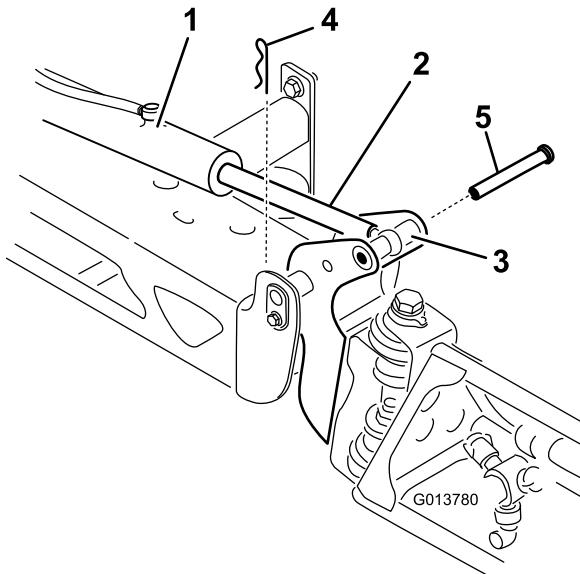

図 62
2. クレビスピングについているヘアピンを抜き取る図 62。
3. ブームを持ち上げてクレビスピングを外し、ブームをゆっくりと床面に降ろす図 62。
7. ブームを支えながら、ブームのピボットとアクチュエータロッドにクレビスピングを通す図 62。